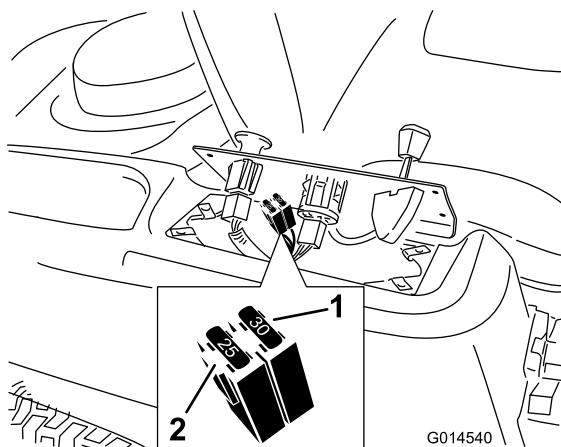

Figura 45
2. Sollevate la plancia per accedere al cablaggio principale e al portafusibili (Figura 45).
3. Per sostituire un fusibile, tiratelo (Figura 45) ed estraetelo dall'attacco.